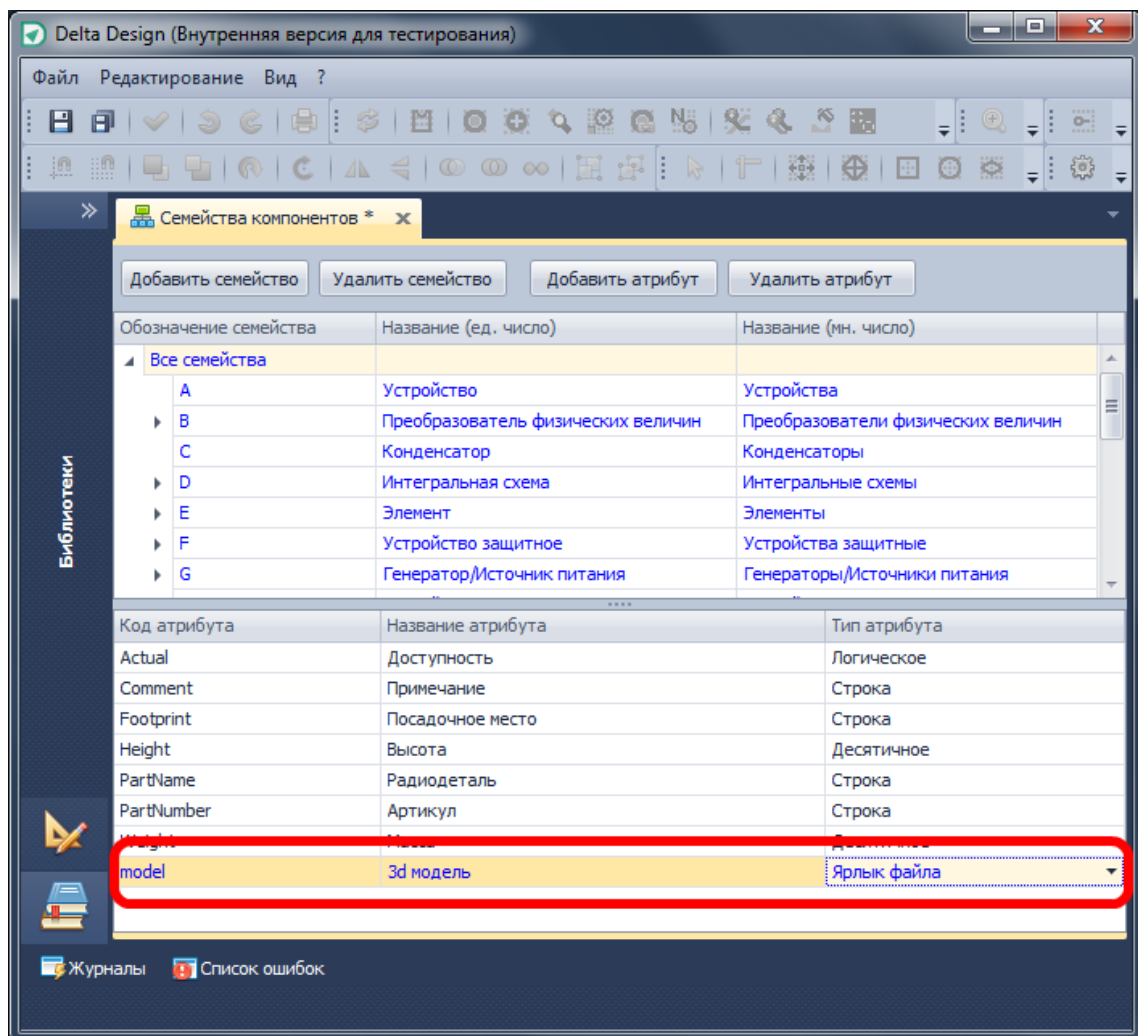

Рис. 306. Новый атрибут в стандартах
1. Создать в стандартах атрибут с типом «ярлык файла», см. Рис. 306 (подробнее см. раздел 4.4.2).